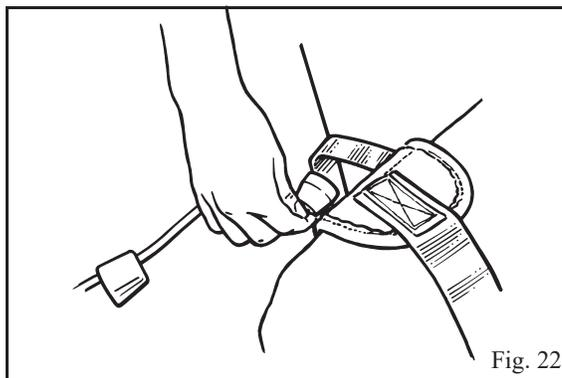

Fig. 22
1. Identifier la sangle de fixation sur chaque section de jambe du harnais et attacher la corde de fixation de droite à la sangle de gauche. Répéter l'opération pour l'autre côté. (Voir fig. 22 et fig. 17 pour la fixation des cordes)